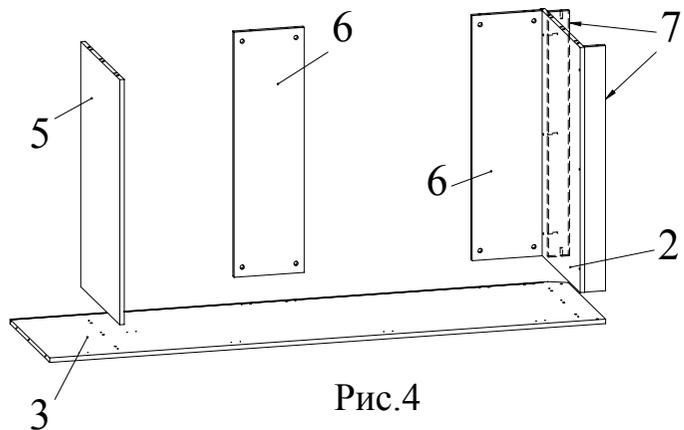

Рис.4
7. Установить дно 2, царги 6 (2 шт.), полку 5 на боковину 3 и зафиксировать, повернув конфирматным ключом головки минификсов по часовой стрелке до упора (Рис. 4).